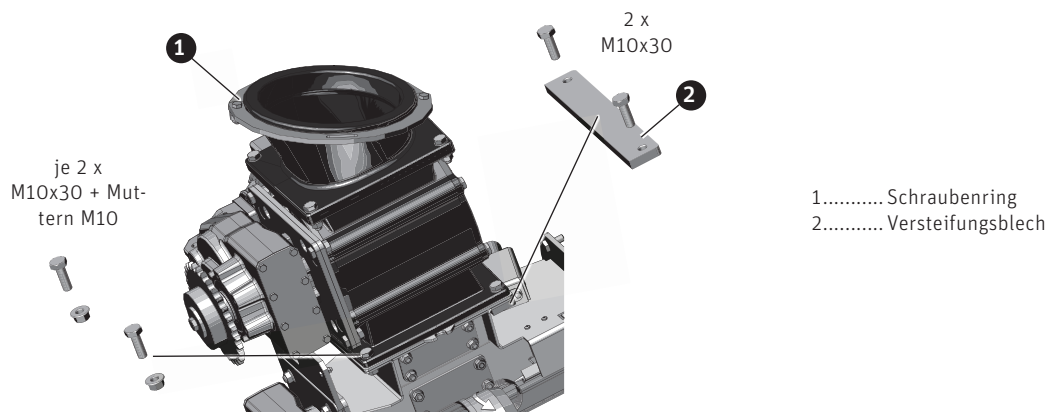

Fig. 108 Zellradschleuse auf die Stokerschnecke aufsetzen und anschrauben
- ▶ Zellradschleuse auf die Stokerschnecke aufsetzen und mit 4 Stk. Sechskantschrauben M10x30 und mit Versteifungsblech und 2 Stk. Muttern M10 befestigen. Schraubenring bleibt noch offen (Festziehen erst nach dem Zusammenstecken mit dem Schneckenkanal bzw. mit dem Zubehör Fallrohr) – Fig. 108.